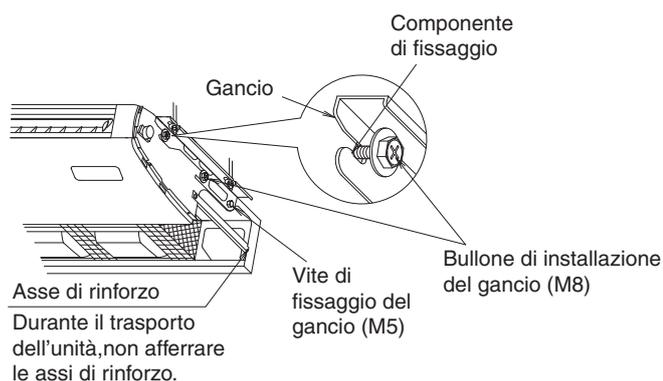

Fig. 11
- (2) Sollevare l'unità interna, farla scivolare dalla parte anteriore e inserire fermamente il bullone di installazione del gancio (M8) per una sospensione temporanea. (Fare riferimento alla Fig. 11)
- (3) Stringere le viti di fissaggio del gancio (M5), che erano state rimosse, in 2 punti, posizionandole come prima. (Fare riferimento alla Fig. 11)
- (4) Stringere fermamente i bulloni d'installazione del gancio (M8) in 4 punti. (Fare riferimento alla Fig. 11)